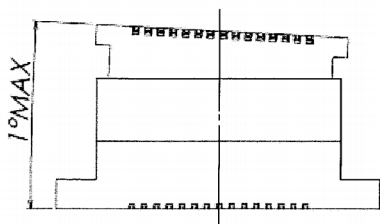
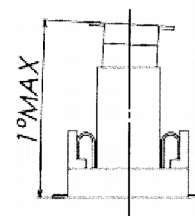

図 3/ Fig.3
図 4/ Fig.4
- ・嵌合時の許容角度は図3～図4 になりますので、記載角度以下で使用して下さい。
/Please mate below the angle of the figure 3,4.